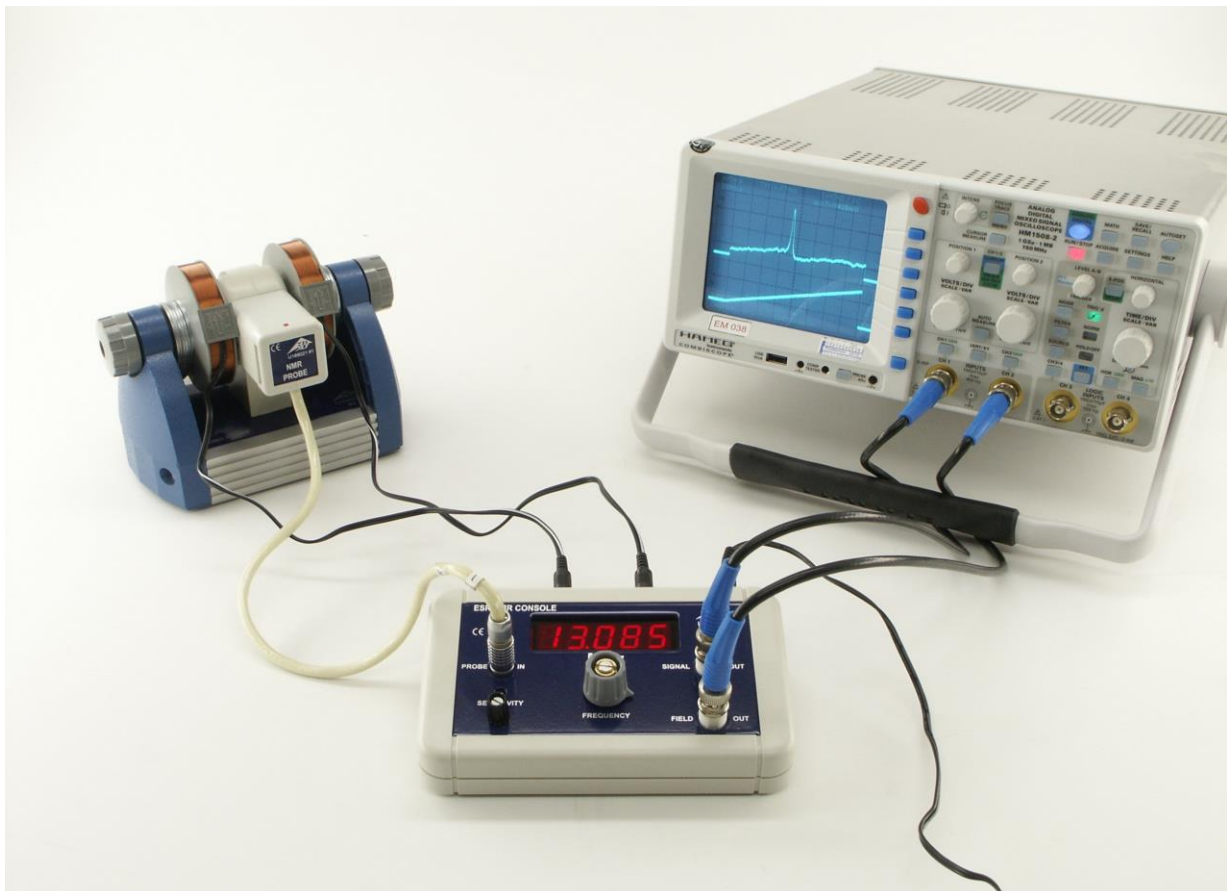

Fig. 12 Montage expérimental RMN avec un oscilloscope
- Brancher la sortie « SIGNAL OUT » de la console de commande sur le canal 1 de l'oscilloscope et la sortie « FIELD OUT » sur le canal 2 (cf. fig. 12).